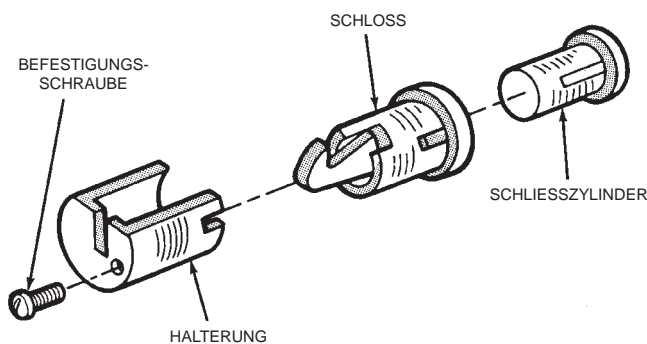

Abb. 62 Schließzylinder der Konsole
(2) Befestigungsschraube lösen, mit der die Halterung am Schloß befestigt ist. Halterung vom Schloß abbauen (Abb. 62).
(3) Schließzylinder von der Konsolenabdeckung abbauen.